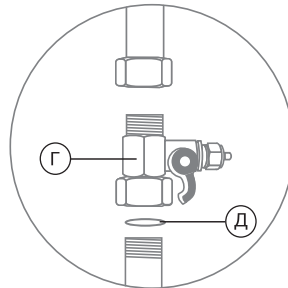

Рис. 14
- установите тройник-адаптер (Г) (рис. 14) на магистраль холодной воды, уплотнив соединения уплотнительными шайбами (Д), поставляемыми в комплекте (рис. 14);